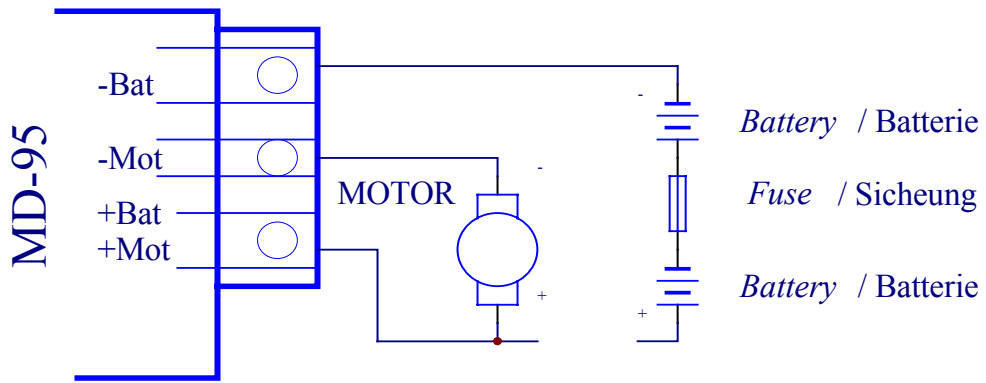

Fig. 3
- *Connect a fuse at the battery (fig. 3).*
- Batterieseitig eine Sicherung anschliessen (Fig. 3)